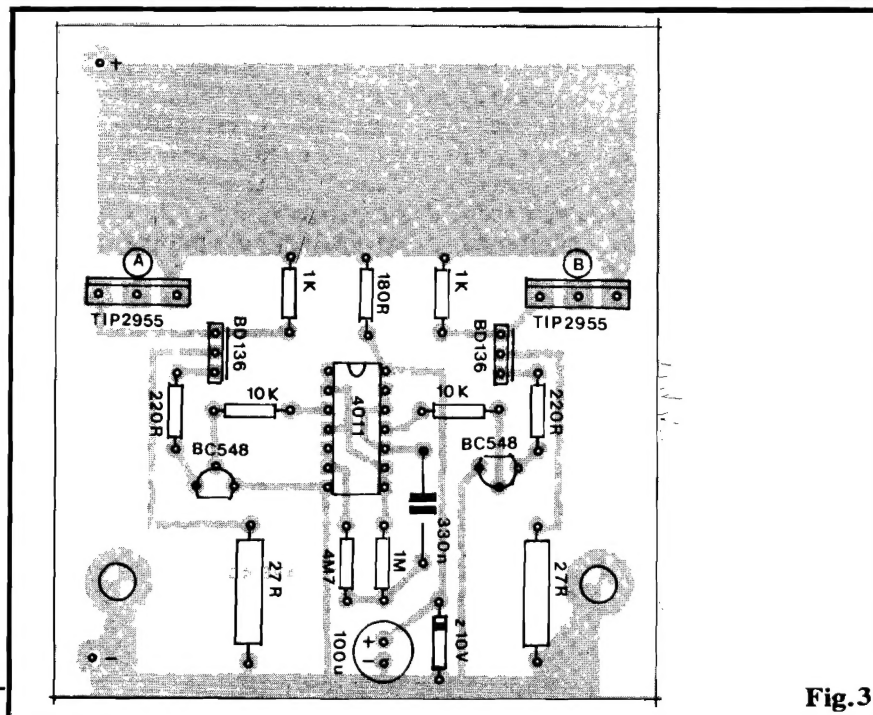

Fig.3
- **FIG. 3 - "CHAFEADO" DA MONTAGEM** - A placa, agora vista pelo seu lado não cobreado, mostra todos os componentes já posicionados, codificados por valor, polaridade, etc. Como o Leitor/Hobbysta sabe, é tudo uma questão de **ATENÇÃO** para que não ocorram erros, inversões, essas coisas... Os componentes que merecem cuidado redobrado no seu posicionamento, são justamente os polarizados (Integrado, transístores, zener e capacitor eletrolítico...). Quanto aos demais, é só não errar o valor em função do "lugar" que ocupam na placa. Como conexões externas (melhor detalhadas na próxima figura...), além das ligações da alimentação, temos apenas as Saídas "A" e "B", que correspondem aos próprios **coletores** dos dois TIP2955, ou seja: suas "lapelas" metálicas e, por extensão, os dissipadores que lhes serão acoplados! Não há, portanto, **ilhas** específicas para as conexões de Saída dos canais... Recomendamos os "velhos e eternos" cuidados nas soldagens, e na conferência final, verificando sempre não só as posições, valores e códigos dos componentes, como também o "estado" dos pontos de solda, ausência de "curtos", "corrimentos" ou falhas, para só então serem "amputados" (pelo lado cobreado) os excessos dos terminais...